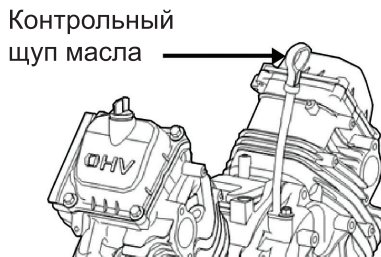

Рис. 5
6. Контрольным щупом проверьте уровень моторного масла (Рис. 5). Уровень масла на щупе должен находиться между верхней и нижней отметкой контрольного щупа ближе к верхней отметке